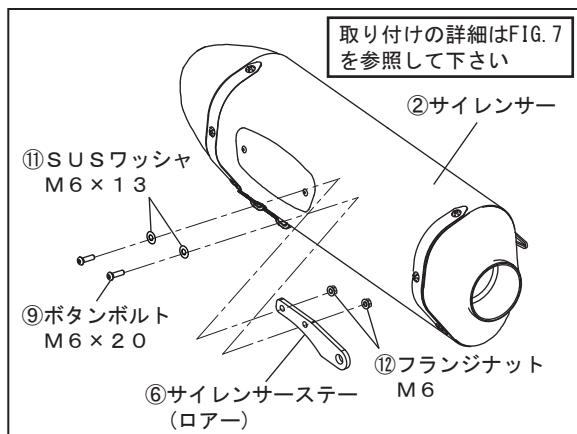

FIG. 6
6. ②サイレンサーに⑥サイレンサーステー(ロアー)を⑨ボタンボルトM6×20、⑪SUSワッシャM6×13、⑫フランジナットM6を使用して仮締めして下さい。(FIG. 6, 7参照)